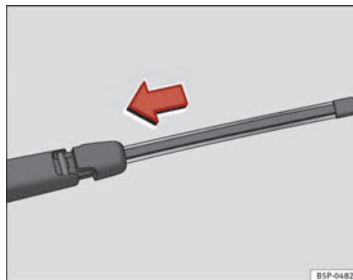

Fig. 134 Collocare la spazzola tergicristallo
- Posizionare la spazzola come indicato nella figura ⇒ **fig. 134** e scorrere l'adattatore fino a quando non si incastra.